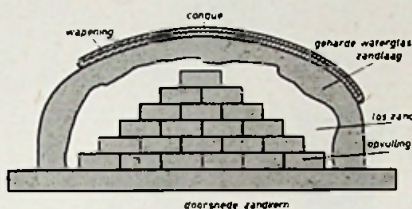

Fig. 8
de vorm alleen van zand te maken. Als „opvulling” kunnen gewone bakstenen worden gebruikt. Het is aan te raden deze door middel van spijkers en touw vast te zetten (fig. 8). Hierna wordt een zandlaag aangebracht welke de ellipsoïde benadert doch kleiner is dan het uiteindelijke model. Tussen de mal en de vorm moet ongeveer 1 cm vrij blijven voor het aanbrengen van een zandlaag vermengd met waterglas (ca. $\frac{3}{4}$ l is ruim voldoende en verkrijgbaar bij iedere drogist). Deze laatste zandlaag wordt overvloedig aangebracht en het overtollige gedeelte wordt voor-
- Afb. 4. Combinatie van een breedband antenne van afb. 8 (freq. gebied 300...1000 MHz) met een hoekreflector uit metalen staven. Gewenste richting en polarisatie op afstand elektrisch in te stellen en af te lezen.
- Afb. 8. Breedband antennes voor horizontaal gepolariseerde golven, frequentiegebied gelijk aan de antennes van afb. 2. Op de bovenste flenzen kunnen de antennes van afb. 2 desgewenst worden gemonteerd, zodat combinaties voor horizontale en verticale golven ontstaan.